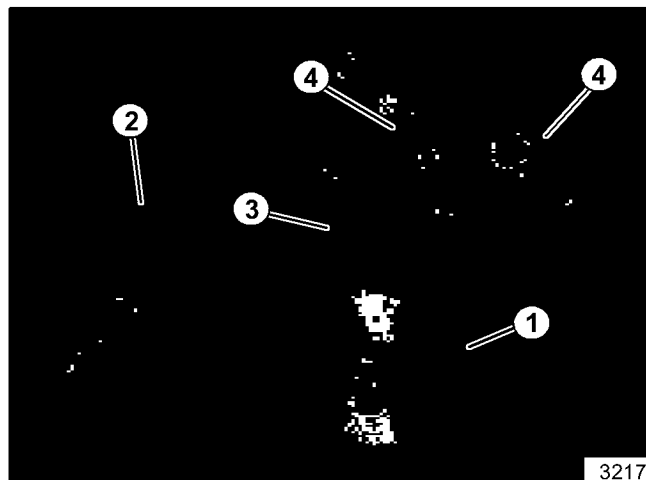

Figure 33. Transmission désassemblée
5. Enlever les engrenages, les arbres et l'entretoise. Enlever aussi les roulements et les joints de graisse (voir la figure 33).